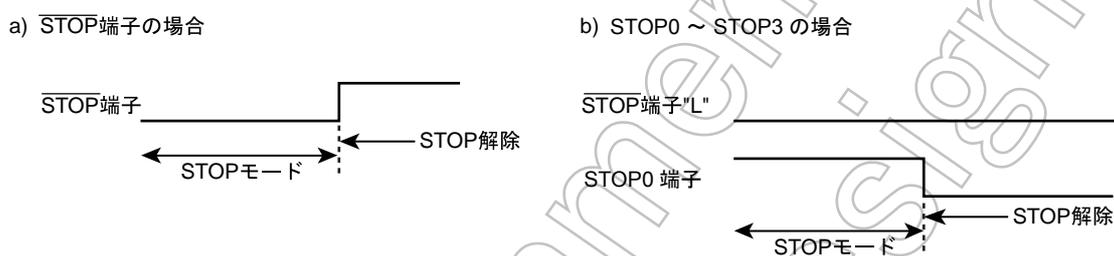

図 15-2  $\overline{\text{STOP}}$  端子と STOP0 ~ STOP3 端子の優先順位
- 注 5) STOP0 ~ STOP3 入力によって STOP モードを解除する ("L" レベル) 場合は、STOP モード中  $\overline{\text{STOP}}$  端子を必ず "L" レベルに固定してください。(図 15-2)